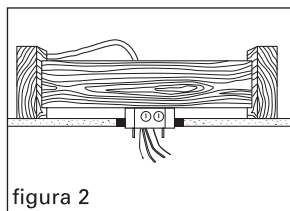

figura 2
2. Ponga las tuercas en las pernas de montaje, empuje los cables de nuevo dentro de la caja y reemplaze la Saf-T-Cap® (figura 2).